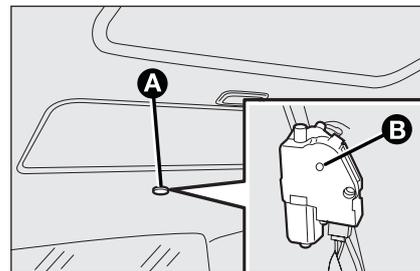

fig. 78
- rimuovere il tappo di protezione **A-fig. 78** ubicato sulla parte posteriore del rivestimento interno;